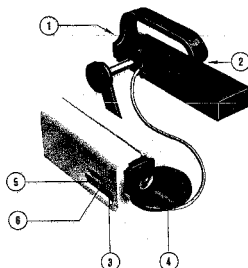

Abb. 18
Zur Anpassung des Suchers an die Kopfhaltung des Kameramannes ist das Gerät nach Lösen der Schraube ① (im Bild nicht sichtbar), ca. 20 mm seitlich verschiebbar und durch die große Rändelschraube schwenkbar. (Abb. 18).